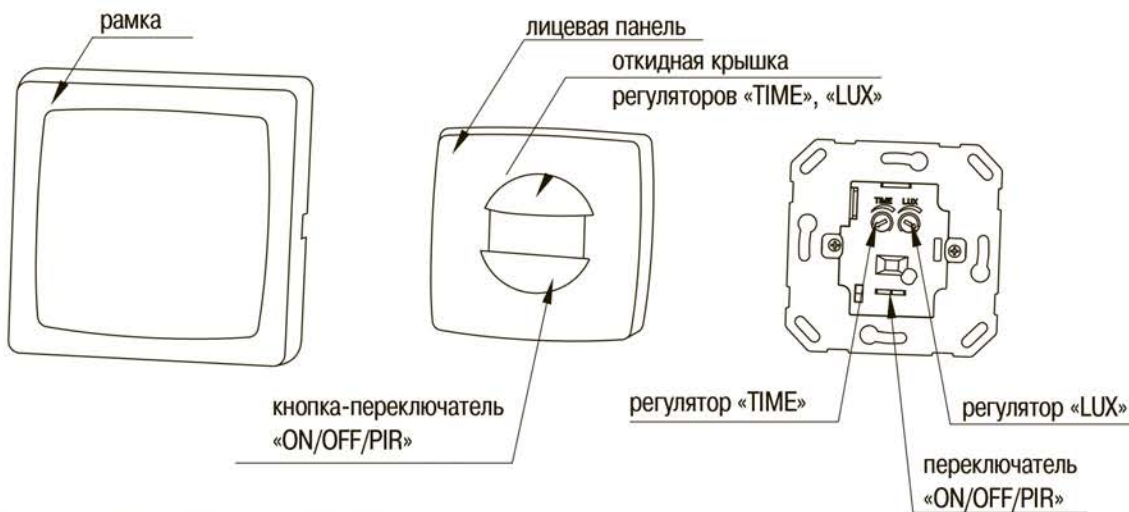

Рисунок 22 – Монтаж ДД 044
5.2.6 Монтаж и подключение ДД 044 (рисунок 22)
– Снять рамку, а затем лицевую панель с основания датчика, поддев её с торца отвёрткой с прямым шлицем (рисунок 22).
Регулятор выдержки времени включения датчика «TIME», освещённости «LUX» находится под откидной крышкой, кнопка-переключатель режимов работы датчика на лицевой панели (рисунок 22). Регулировка осуществляется с помощью отвёртки с прямым шлицем.